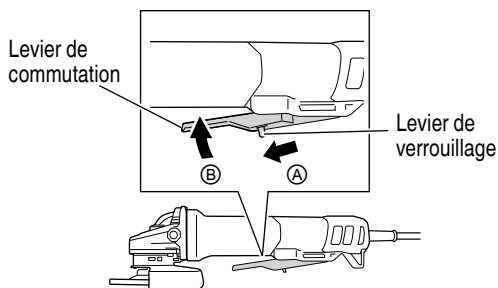

Fig. 3
2. Mettre la meuleuse à disque sous tension. (Fig. 3)
Pour mettre en marche, faites glisser le levier de verrouillage en direction de Ⓐ et appuyez sur le levier de l'interrupteur (2 emplacements) en direction de Ⓑ comme indiqué dans la Fig.3. Relâchez le levier de l'interrupteur pour couper le contact.